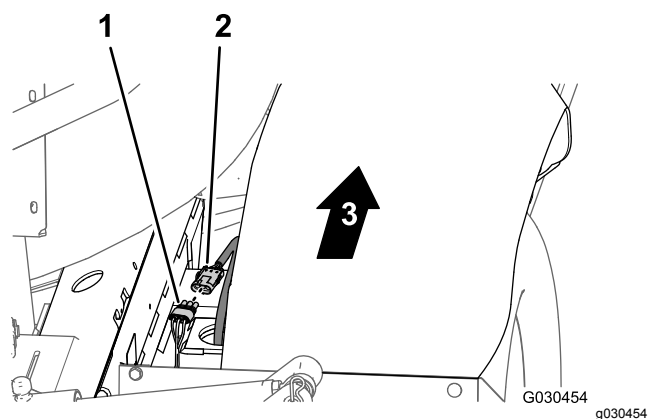

Figure 54
1. À l'arrière de la machine (entre le tube de cadre droit et l'aile droite), débranchez le connecteur à 3 broches du faisceau du capteur de vitesse sur le moteur de traction hydraulique droit du connecteur à 3 douilles du faisceau principal arrière (Figure 54).